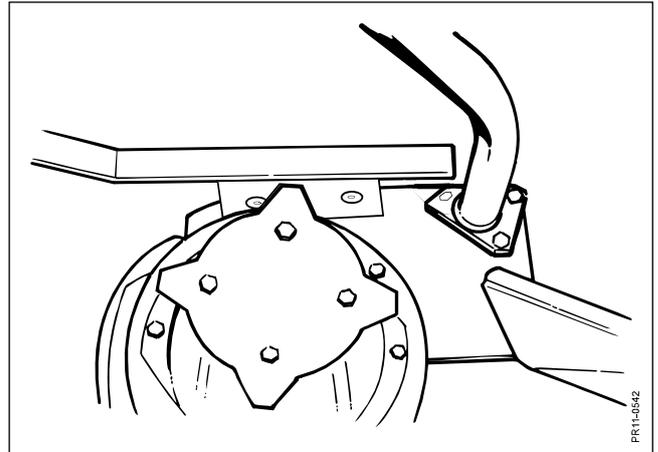

Fig. 1-8
- Fig. 1-8:** (Nur SB 2802) Die Abstützung und der Strohteilbügel werden montiert.